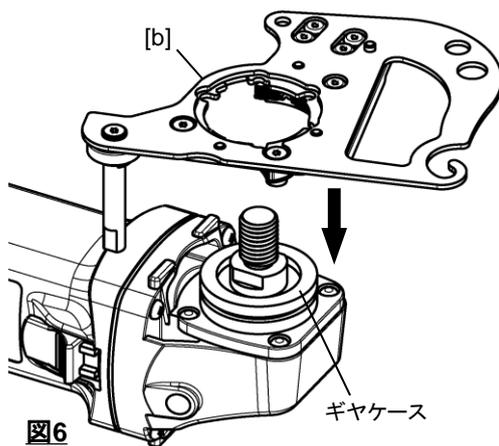

図6
3. [b] アダプタユニットを、グラインダのギヤケースの上に置いて下さい。(図6)